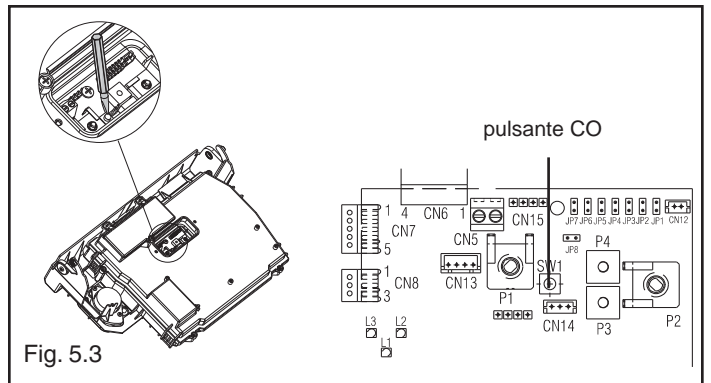

Fig. 5.3
- rimuovere la copertura scheda per accedere al pulsante "CO" (Fig. 5.3)
- Premere una volta il pulsante "CO" utilizzando il cacciavite in dotazione (Fig. 5.3)